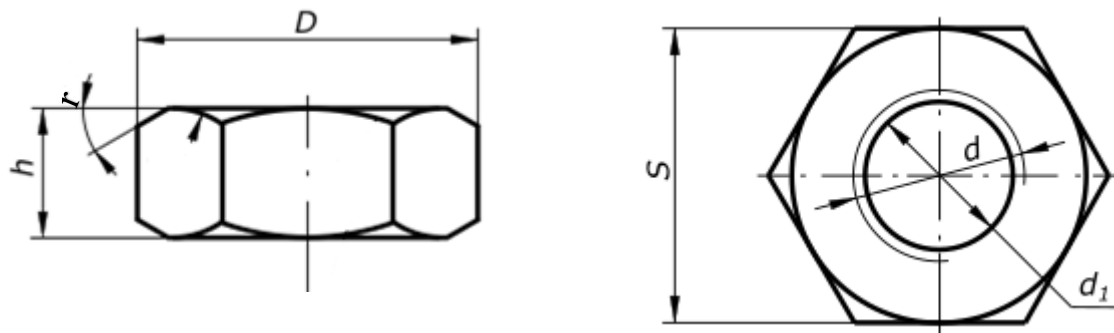

Рисунок 1.2 – Чертеж гайки с привязкой габаритов
- габариты гайки (рисунок 1.2);